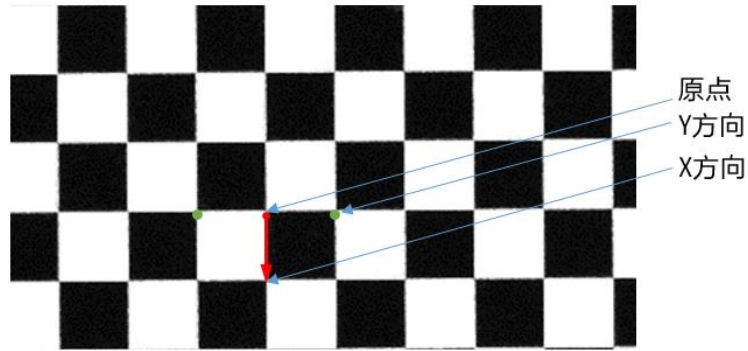

图 4-1 视觉标定板示意图
1. 固定视觉标定板拍照。标定相机时，需先将视觉标定板放置在相机合适的视野内并固定，如图 4-1 所示。此时，视觉软件界面中对应显示视觉标定板的图形。可通过在【开始】选项卡的【表格】组中单击【图形显示】按钮来查看。